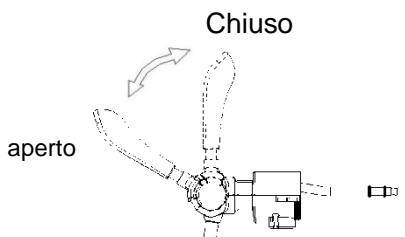

Figura 13
9. Regolare la manopola del regolatore di pressione CO2 in posizione "+", per versare la birra tirando verso il basso il meccanismo del rubinetto a circa 45°. È possibile regolare la manopola del regolatore di pressione per controllare la portata di birra e le bolle (Figura 13).